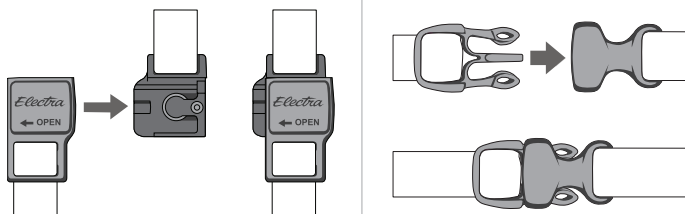

Figure 10. Boucle de la sangle du menton détachée et boucle attachée
2. Reliez la boucle de droite à celle de gauche (Figure 10).